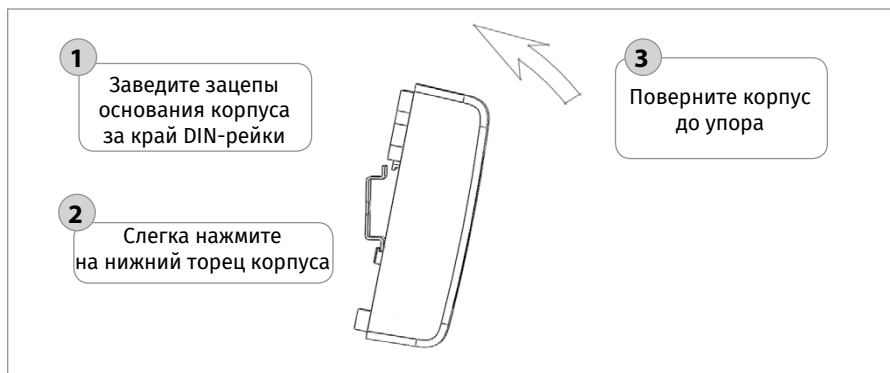

Рисунок 20. Порядок установки прибора на DIN-рейку
3.2. Установите блок на DIN-рейку в порядке, указанном на Рисунок 20.